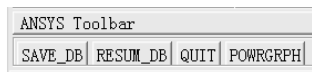

图 2-150 工具条
(22) 单击 “Glue Volumes” 窗口中的 “OK” 按钮, B、C 梁板被结合在一起。
(23) 单击操作界面左上角工具条中的 “SAVE\_DB” 按钮 (见图 2-150), 保存文件。